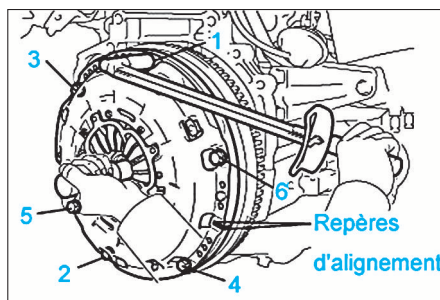

FIG. 4
- Mettre en place le mécanisme (respecter le repérage) et serrer ses vis de fixation en diagonale (en commençant par la vis supérieure) et par passes successives jusqu'au couple prescrit (fig. 4).